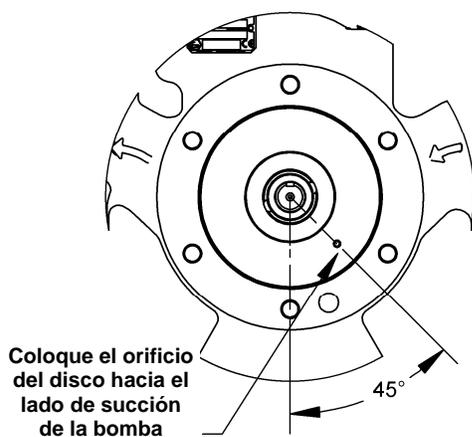

Figura 8. Instalación del disco
5. Coloque el disco del lado interno (71) contra el revestimiento (41) entrante de la bomba con la cavidad del sello hacia fuera y el orificio de alivio del disco situado tal como se muestra en la figura 8.
20. Instale el disco (71) del lado externo de la bomba con la cavidad del sello orientada hacia fuera y el orificio de alivio del disco hacia el lado de entrada. Consulte la figura 8.
21. Si se utiliza, instale el anillo espaciador del sello (159) en el eje con los dientes del lado externo engranados a los orificios de accionamiento del rotor.
23. Aplique una pequeña cantidad de grasa al eje y al anillo interno del cojinete (24).
26. Instale la corredera externa del cojinete (24), el sello de grasa (104A) y el asiento estacionario (153A) en el cabezal externo, de acuerdo con los pasos 8 y 10 indicados más arriba.
27. Instale la nueva junta tórica del cabezal (72) en la ranura de la junta tórica del cabezal externo (23).
28. Aplique una pequeña cantidad de grasa al eje y al anillo interno del cojinete (24).
29. Instale cuidadosamente el conjunto del cabezal externo (23) sobre el eje. No permita el contacto del extremo del eje con la cara pulida del asiento estacionario. Centre el cabezal sobre la carcasa de la bomba (12). Instale y apriete de manera uniforme los seis tornillos prisioneros del cabezal (21), apretándolos según la tabla de apriete 1.
30. Voltee la carcasa de la bomba y retire el cabezal interno (20) instalado con anterioridad.